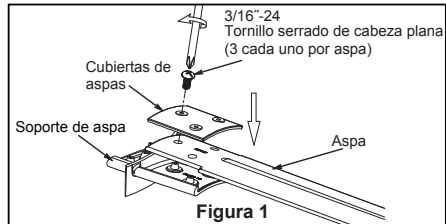

Figura 1
1. Coloque el soporte del asa con los postes roscados y la pata inclinada hacia arriba. Coloque el asa sobre el soporte del asa con los postes roscados que se muestran. Asegúrese de que el borde inferior del asa esté completamente asentado sobre el soporte del asa. Coloque la cubierta del soporte del asa sobre la parte superior del asa, colocando los orificios sobre los postes roscados. Apriete los tornillos de cabeza plana para asegurar el asa al soporte del asa. (Figura 1)
1. Retire uno de los tres tornillos en la placa del adaptador en la parte inferior del ensamble del motor. Afloje ligeramente los dos tornillos restantes. Ensamble el ensamble de la placa de iluminación en la placa del adaptador del ensamble de motor mediante los dos chaveteros del ensamble de la placa de iluminación. Vuelva a colocar el tercer tornillo y apriete todos los tornillos. (Figura 1)